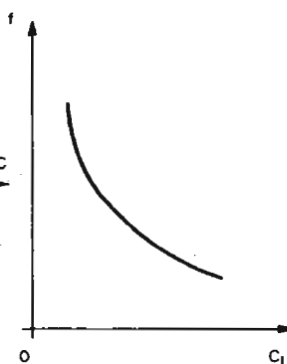

Fig. 2
- celle qui lie la fréquence de résonance du quartz avec la valeur de la charge capacitive est hyperbolique. (Fig. 2).